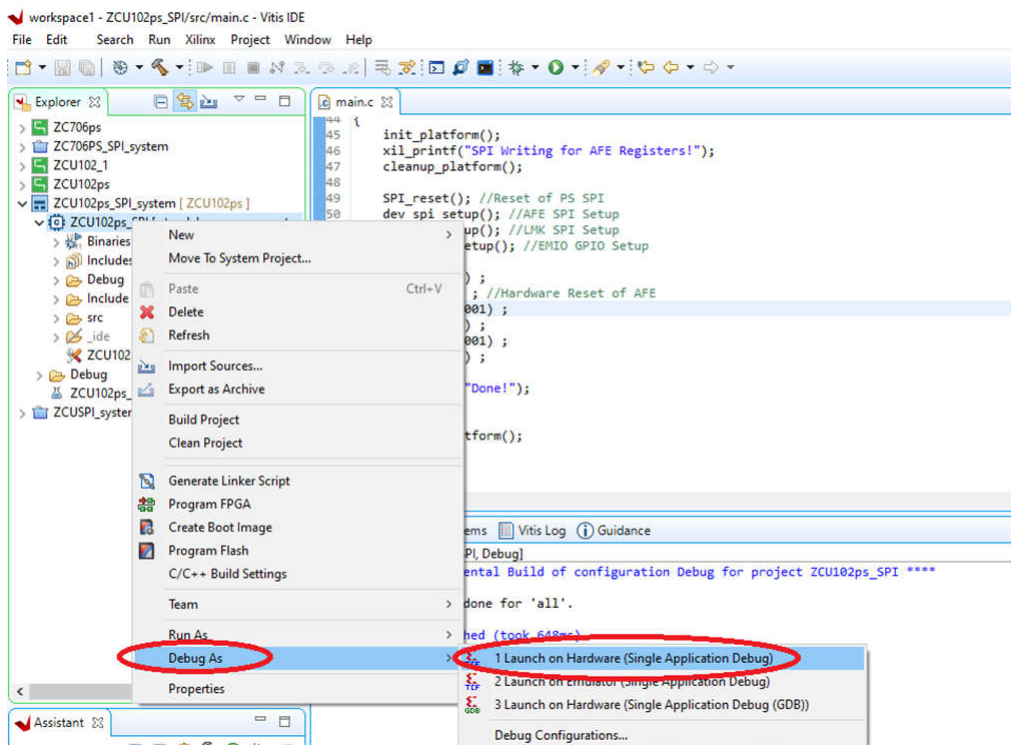

图 15-1. 调试应用工程
1. 右键点击工程名称，然后从下拉菜单中转到 **Debug As**。点击 **Launch on Hardware (Single Application Bug)** 以运行调试（请参阅图 15-1）。